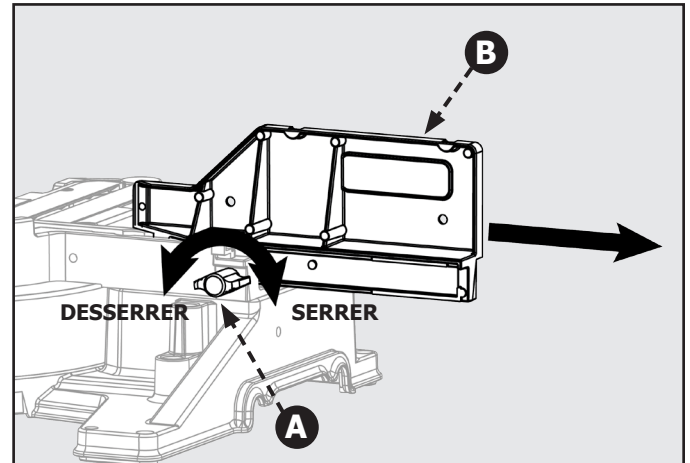

Figure 26
1. Desserrez la manette de verrouillage du guide (A). Faites glisser le guide supérieur (réglable) (B) complètement en dehors de son rail et placez-le latéralement. Voir figure 26.